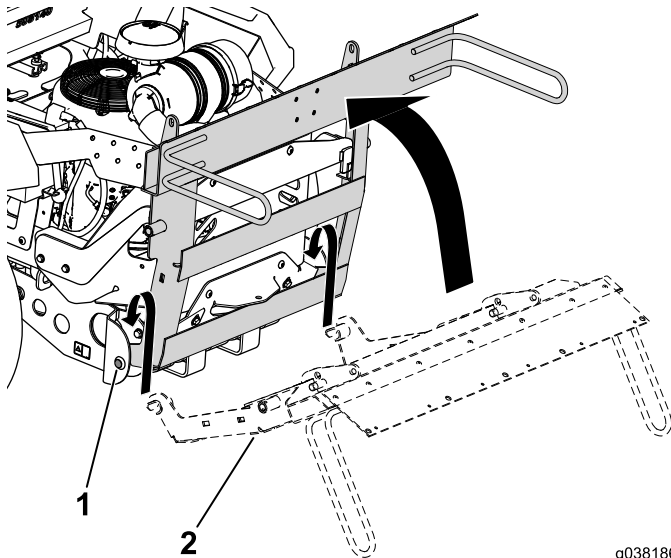

Bild 17
1. Arrangieren Sie den Rahmen des Heckfangsystems um die Lagerbolzen an der Stützhalterung und drehen Sie ihn nach vorne (Bild 17).